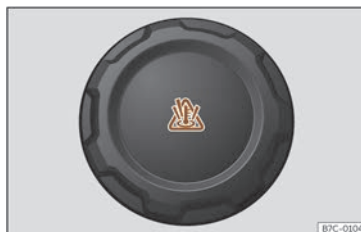

Abb. 202 Frontraum: Verschlussdeckel des Kühlmittel ausgleichsbehälters.
- Der Kühlmittel ausgleichsbehälter ist am Symbol auf dem Deckel erkennbar ⚠. >>> (Abb. 202)